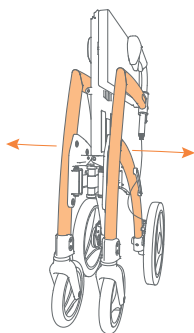

Abbildung 7: Durch Auseinanderziehen des Rahmens auseinanderfalten.
- a. Ziehen Sie die Seitenflächen auseinander, bis der Rollator fast vollständig ausgeklappt ist (**Abbildung 7**).